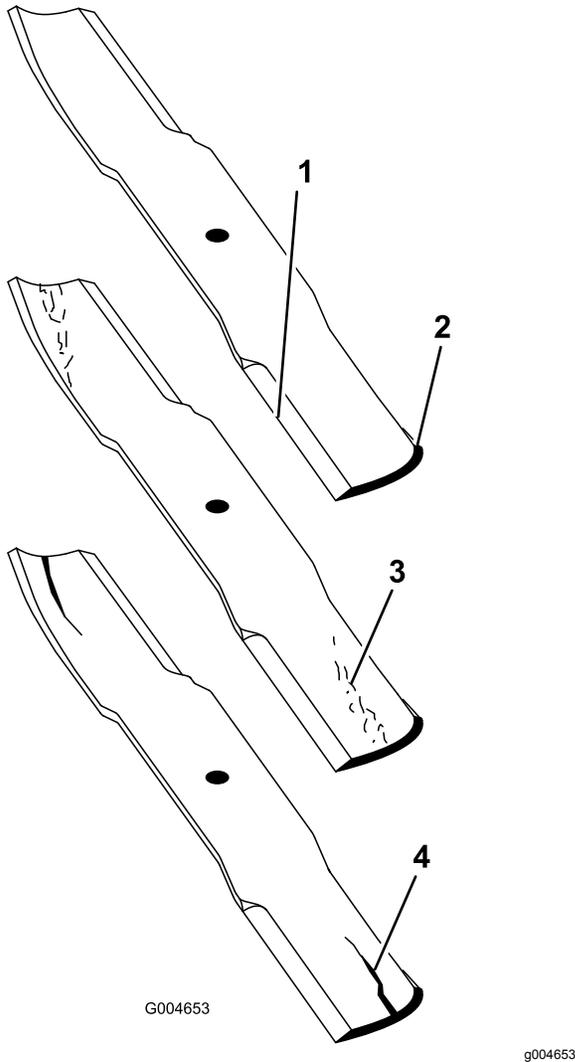

Bild 79
3. Prüfen Sie die Schnittkanten des Messers sorgfältig, insbesondere dort, wo die geraden Flächen die gebogenen berühren (Bild 79).
Rasenmähers prüfen. Wenn Sie Abnutzungen feststellen (**Bild 79**), sollten Sie das Messer austauschen.